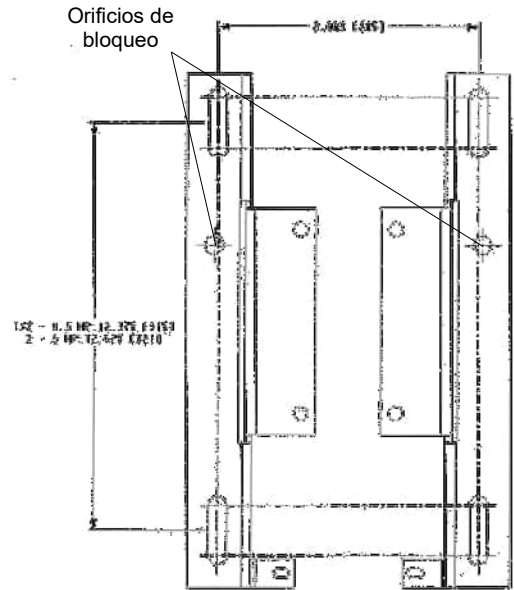

Figura 9 - Orificios de montaje del MGH
2. Localizar los 4 orificios de montaje y los dos orificios de bloqueo, como se muestra en la Figura 9.